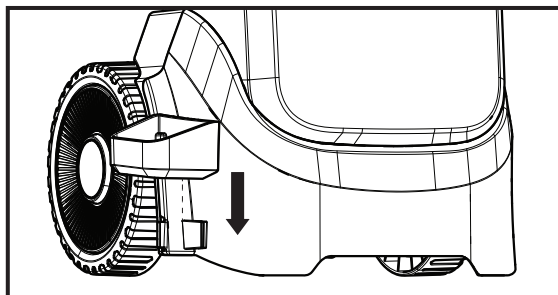

Fig. 2b
3. Appuyez pour aligner avec la rainure en U au bas du boîtier. (Fig. 2b)